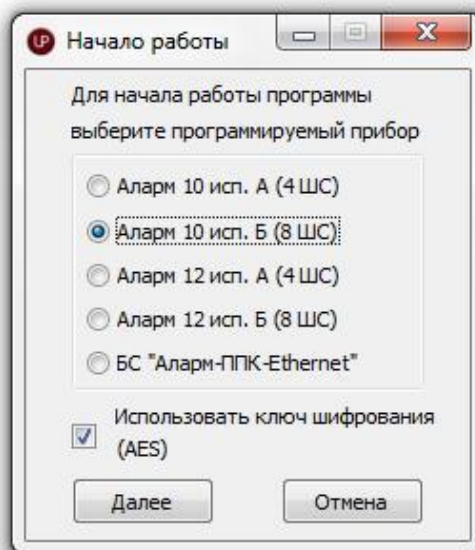

Рисунок 1
2.2.1 При запуске программы на экране ПЭВМ появится окно выбора программируемого изделия (рисунок 1).
В случае ошибки выбора типа прибора необходимо вернуться в начальное окно программы (рисунок 1), для этого необходимо выбрать меню «Выбрать прибор».
2.3.2 Заполните поле «Настройки прибора». Значение «Номер прибора» должно соответствовать серийному номеру (не более 9 цифр), указанному в паспорте прибора. В случае совпадения серийного номера рекомендуем ввести дополнительную нумерацию. «Ключ шифрования (AES)» заполняется, если в окне «Начало работы» (рисунок 1) выбран пункт «Использовать ключ шифрования (AES)». В противном случае поле недоступно для редактирования. Для отключения в приборе функции ответа на команду Ping, установите флажок в поле «Отключить ping».
2.6.2 Заполните поле «Настройки прибора». Значение в поле «Номер прибора» должно соответствовать серийному номеру, указанному в паспорте прибора, к которому подключен блок. Введите «Ключ шифрования (AES)». Для того, чтобы это поле было доступно для редактирования, в окне «Начало работы» (рисунок 1) должна быть проставлена отметка «Использовать ключ шифрования (AES)». При необходимости возврата в окно «Начало работы» (рисунок 1) нажмите «Выбрать прибор» в главном меню текущего окна программы.